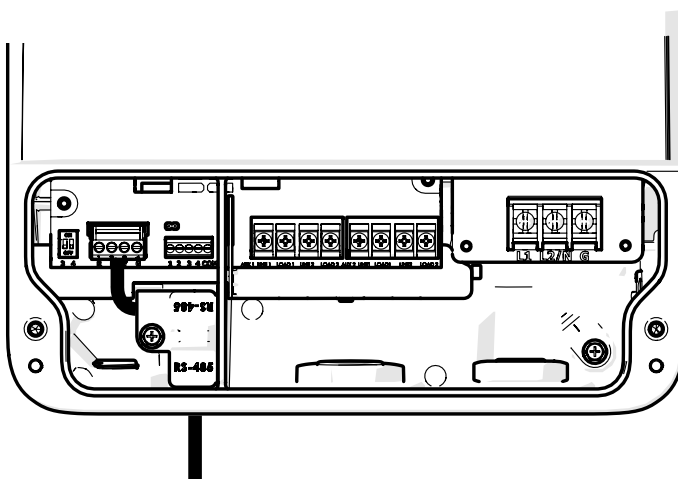

Figure 8. Port de connexion rapide RS-485 avec câblage
En plus d'être correctement mis à la terre tel que décrit dans la section *Câblage électrique* et conformément aux exigences du National Electrical Code (NEC), ou au Canada le Code Canadien de l'électricité (CCE), le moteur de la pompe doit être relié aux pièces métalliques de la piscine, du spa ou de la cuve thermale et à tous les composants et équipement électrique avec le système de circulation d'eau de la piscine ou du spa. La liaison doit être réalisée à l'aide d'un conducteur en cuivre massif, calibre AWG n° 8 ou plus gros. Au Canada, il faut utiliser du AWG n° 6 ou plus gros. Relier le moteur en utilisant la languette de liaison externe fournie sur le cadre du moteur. Voir la Figure 8.
- Port de connexion rapide RS-485 (Reportez-vous à la Figure 8)
Veillez vous reporter à la figure 8 pour les instructions de câblage RS485.